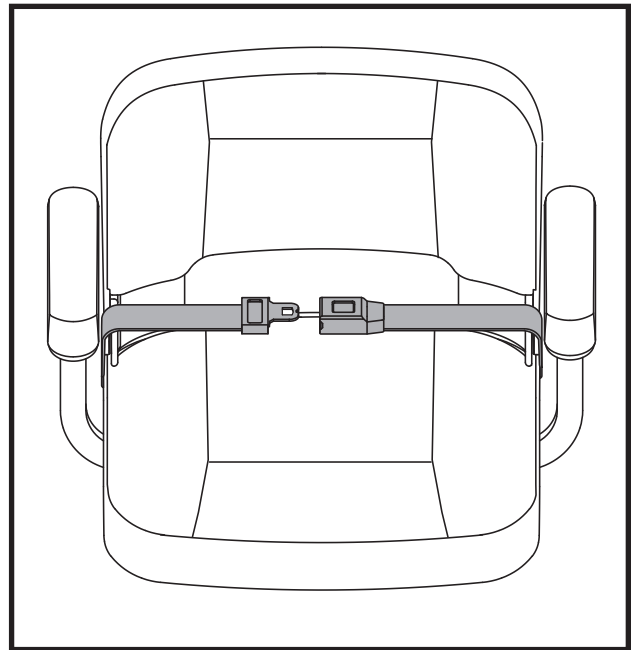

Figure 23. Ceinture de positionnement - De type attache en métal ou ceinture de positionnement - Crochet réutilisable et boucle de fixation
1. Insérez l'onglet de la ceinture côté droit dans la boucle de ceinture côté gauche jusqu'à ce que vous entendiez le "clic". **Voir la figure 23.**